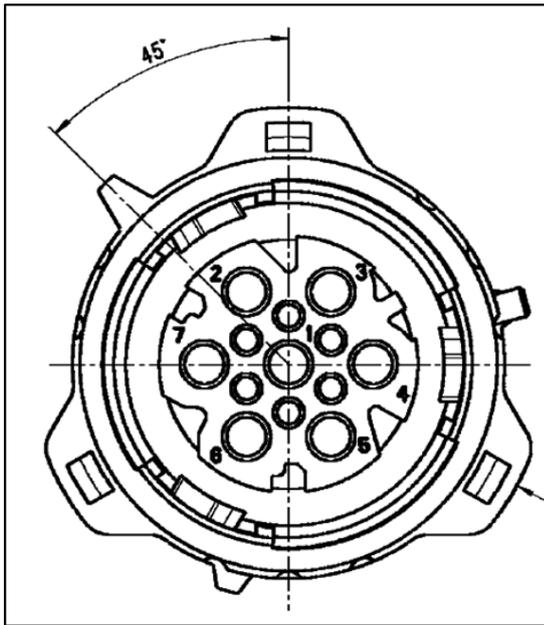

Fig. 1 : Point de couplage TDSK3 (fiche ronde)– Affectation des broches
- TDSK3 – Fiche ronde (voir fig. 1) :